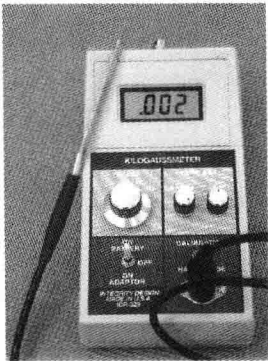

图 7-5 直流高斯计 (LessEMF 公司配制的集成型 IDR-329)
高斯 虽然特斯拉 (T) 是 SI 单位制的磁通密度单位，但是 CGS (厘米-克-秒) 单位制中却使用高斯 (G) 的单位 (10⁴G=1T)。实际用于测量磁通密度的仪器是高斯计，典型的高斯计如图 7-5 所示。这种特殊的高斯计是一种四量程便携式仪器，可以测量像地球磁场一样的弱磁场 (约 0.5G，但根据位置的不同而有所变化)，也可以测量像 MRI (核磁共振成像，约 10 000 G) 那样的强磁场。高斯仍然是广泛使用的单位，所以高斯和特斯拉我们都应该熟悉。